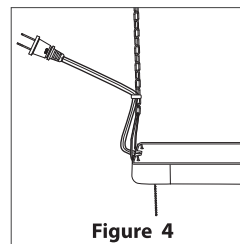

Figure 4
6. Zip tie cord to chain so that excess cord is kept out of the work space. (see Figure 4).
6. Glissez le cordon d'attache à la chaîne de manière à ce que le surplus de cordon reste hors de l'espace de travail. (voir figure 4).